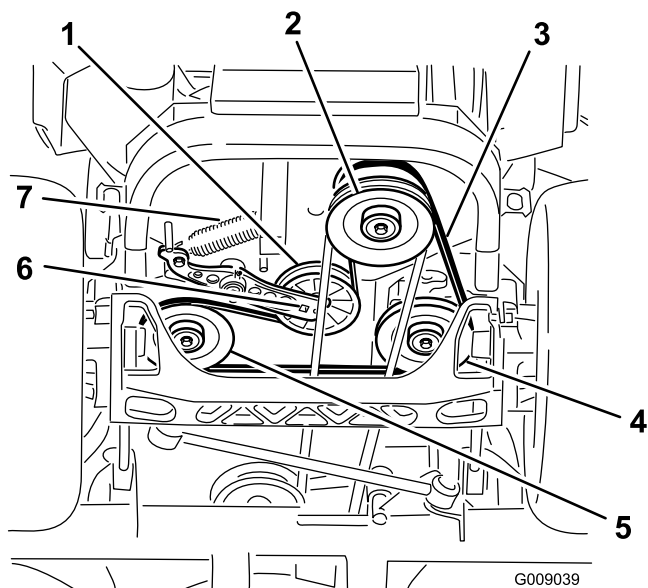

Figure 78
- Soulevez la machine sur des chandelles (Figure 78).
5. Insérez un rochet dans le trou carré du bras de la poulie de tension pour déposer le ressort de la poulie de tension (Figure 78).
6. Décrochez le ressort de la poulie de tension du châssis (Figure 78).
9. Insérez un rochet dans le trou carré du bras de la poulie de tension pour installer le ressort de la poulie de tension sur le châssis (Figure 78).